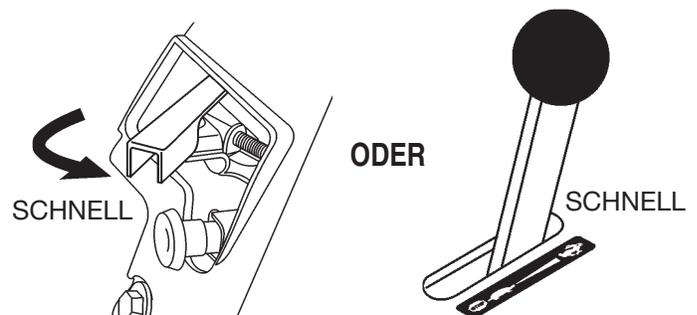

Abb. 35. Gashebel, Position SCHNELL
6. Den **Gashebel** (Abb. 35) zum Anlassen mittig zwischen **SCHNELL** und **LANGSAM** positionieren.